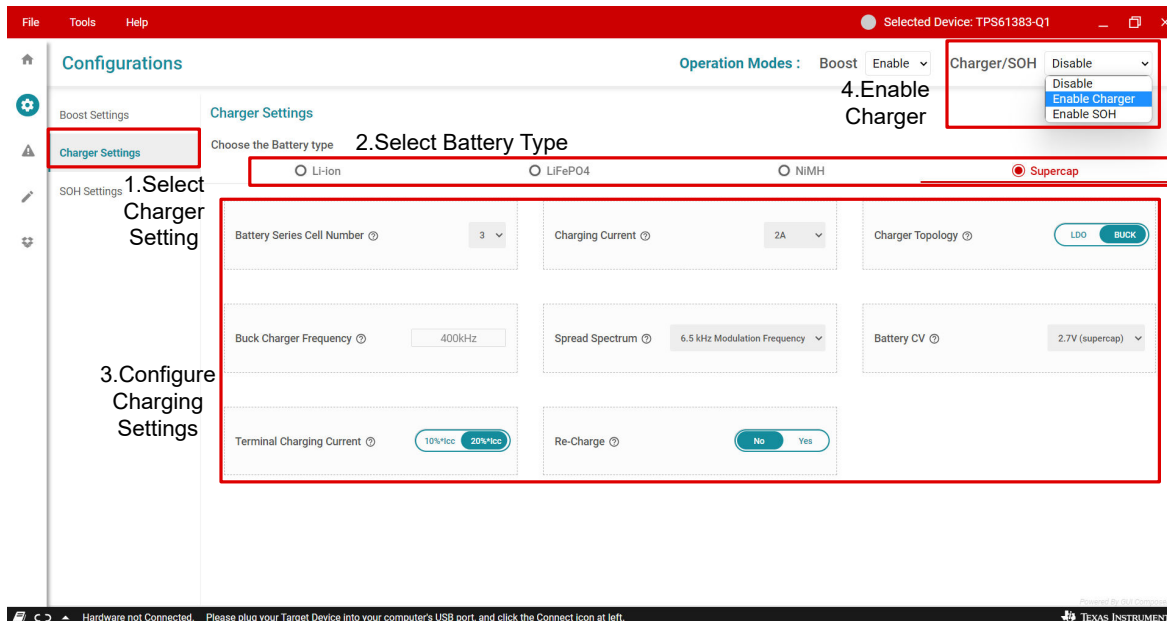

图 3-4. 充电器设置表
- 单击 **Charger Settings** 按钮，切换到充电器设置表 (请参阅图 3-4)。充电器的默认设置为锂离子模式。根据设计目标设置充电器模式电池类型、电池数量、CC 电流等。